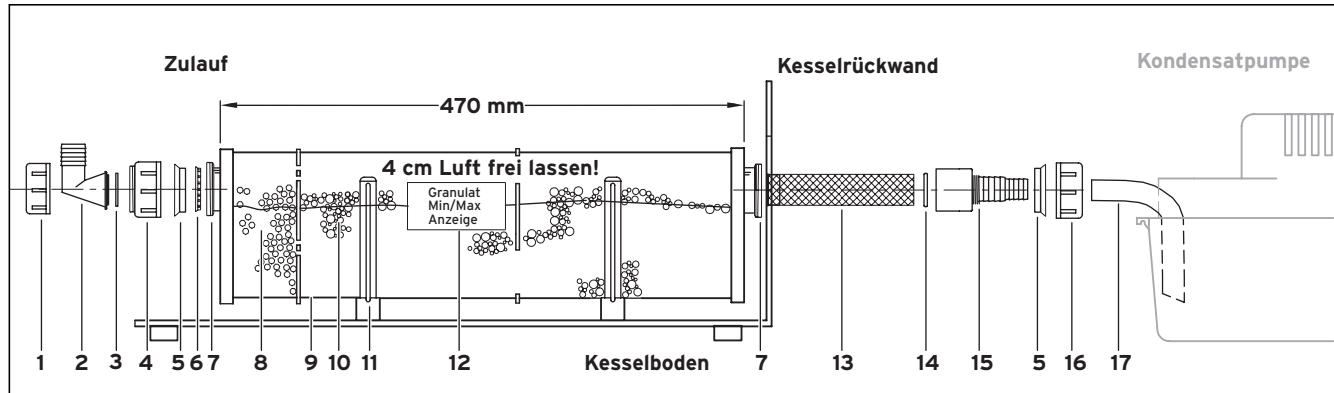

Abb. 3.1 Aufbau Öl-Neutralisations-Einrichtung
- Füllen Sie die Aktivkohle aus der beigelegten Aktivkohle-Packung in den Aktivkohle-Vorfilter ((8), Abb. 3.1) ein.
- Montieren Sie die Öl-Neutralisations-Einrichtung gemäß Abb. 3.1.